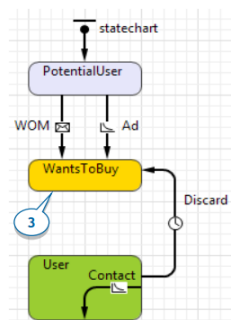

Рисунок 7.3 – Палітра *Statechart*
3. Додайте ще один стан із палітри *Statechart* до середини діаграми станів споживача та назвіть його *WantsToBuy*. Споживачі в цьому стані вирішили придбати продукт, але не зробили цього (рис. 7.3).